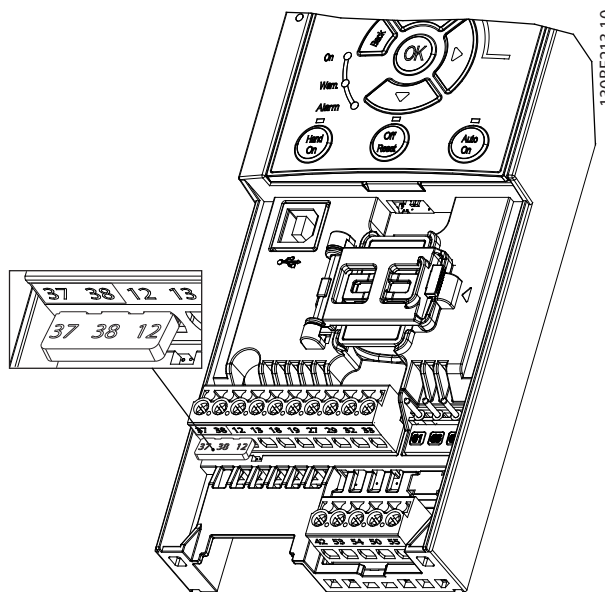

Ilustración 6.3 Puente entre el terminal 12 (24 V), el 37 y el 38
1. Retire el puente situado entre los terminales de control 12 (24 V), 37 y 38. No basta con cortar o romper el puente para evitar los cortocircuitos. Consulte el puente en la Ilustración 6.3.